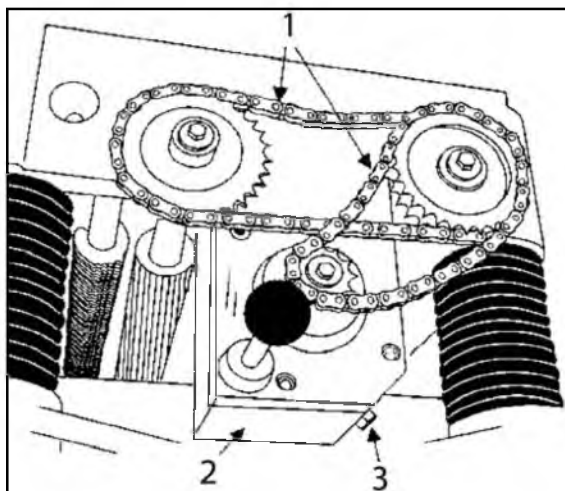
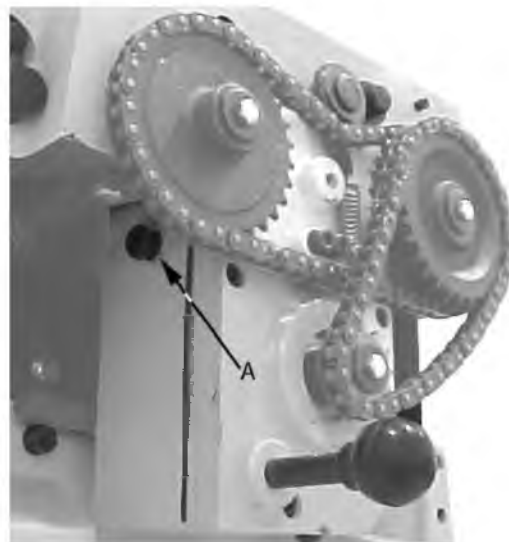

Рис. 39.
Рис. 40.
1. Открутить сливную пробку (3, Рис.39) и крышку заливной горловины (А, Рис.40). Слить грязное масло.
2. Затянуть сливную пробку (3, Рис.39).
3. Залить через отверстие чистое масло (А, Рис.40).
- Затянуть крышку заливной горловины (А, Рис.40).